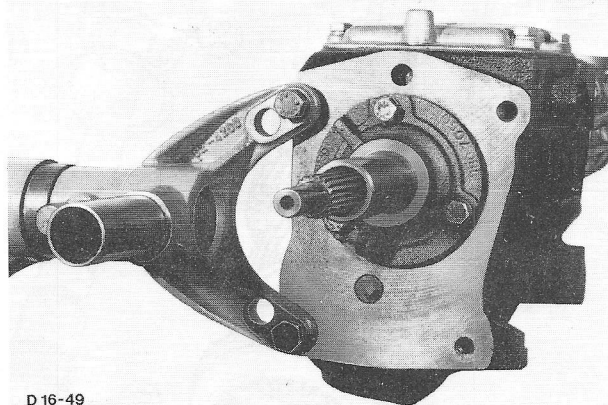

Fig.41 Versnellingsbak met Speciaal Gereedschap 16-009 in standaard vastzetten.
2. Voor verdere demontage moet de versnellingsbak met Speciaal Gereedschap 16-009 in de standaard worden geplaatst (fig.41).